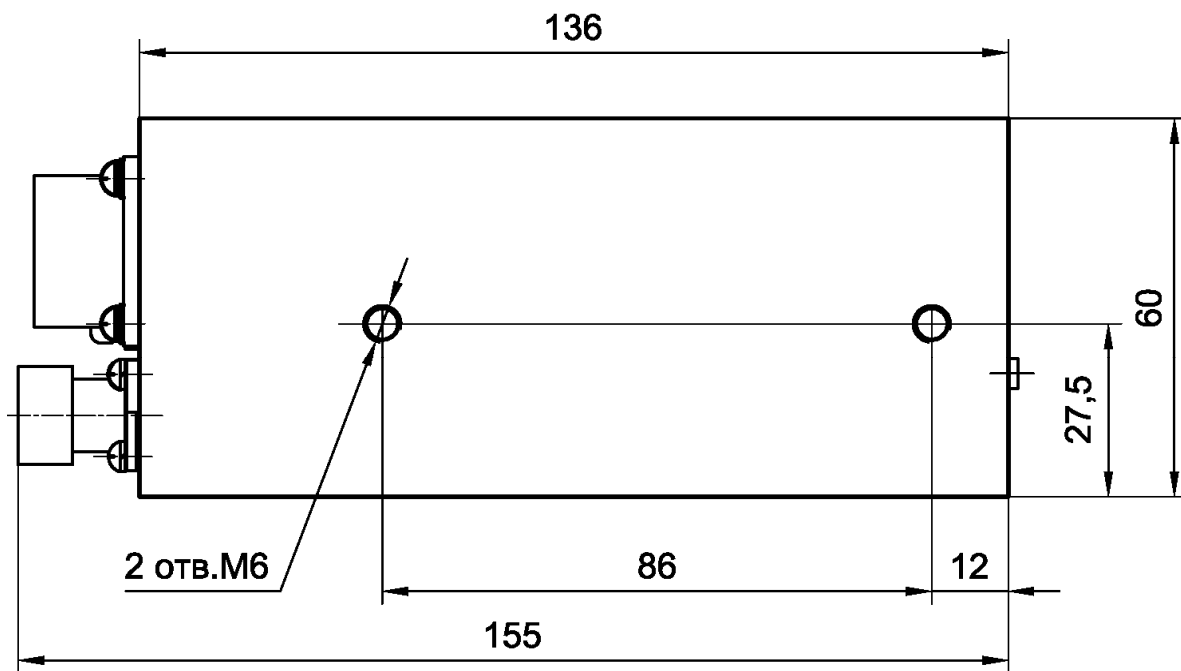

Рис. 8 Боковая панель радиомодемов «М-ЛИНК»
10.5. На боковых стенках корпуса радиомодема (рис.8) расположены резьбовые отверстия крепления монтажного комплекта для установки радиомодема на объекте